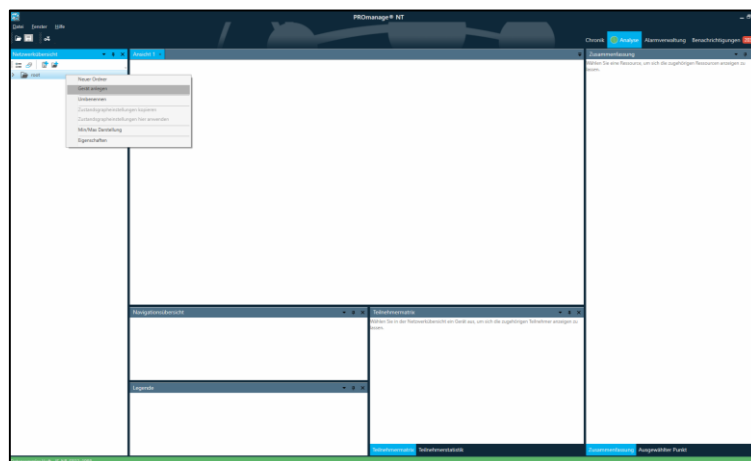

Abbildung 7: PROmanage NT, neues Gerät anlegen
- Ein neues Gerät in dem Reiter Analyse und Netzwerkübersicht durch Rechtsklick angelegt (siehe Abbildung 7)